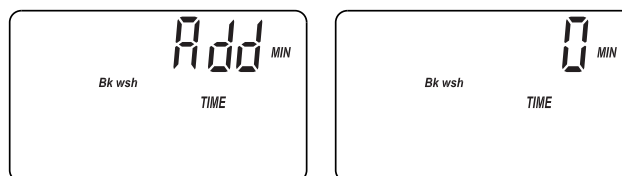

FIG. 34
6. Appuyez de nouveau sur le bouton SELECT (sélectionner) pour afficher les écrans alternants comme sur la Figure 34..